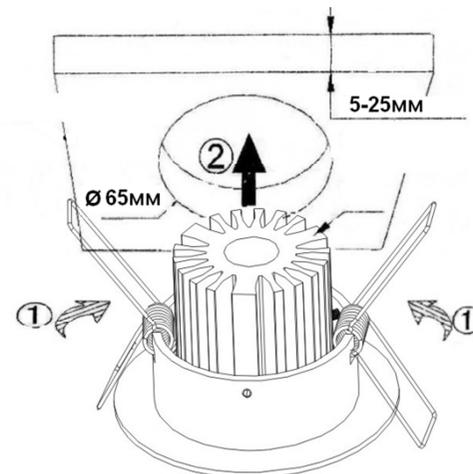

Рис.1. Установка светильника
- d) Установите светильник в подготовленный проем по направлению, указанному стрелкой 2 (Рис.1), предварительно прижав к корпусу фиксирующие клипсы 1, как показано на рисунке. Не допускайте пережатия питающих проводов. Убедитесь, что светильник надежно удерживается в проеме;
5. Подключение и установка светильника (Рис. 1)